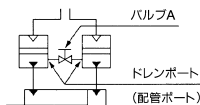

図7
- 両側サイドロで使用した場合でもエアサイドロシリンダの作動時、微量な揺動漏れがあるためコンバータの作動油が一方は増え一方が減る現象が発生します。対策例として図7に示す回路があります。バルブAを開くことによって増減した油面をもとにもどり、コンバータの油面の管理をしてください。